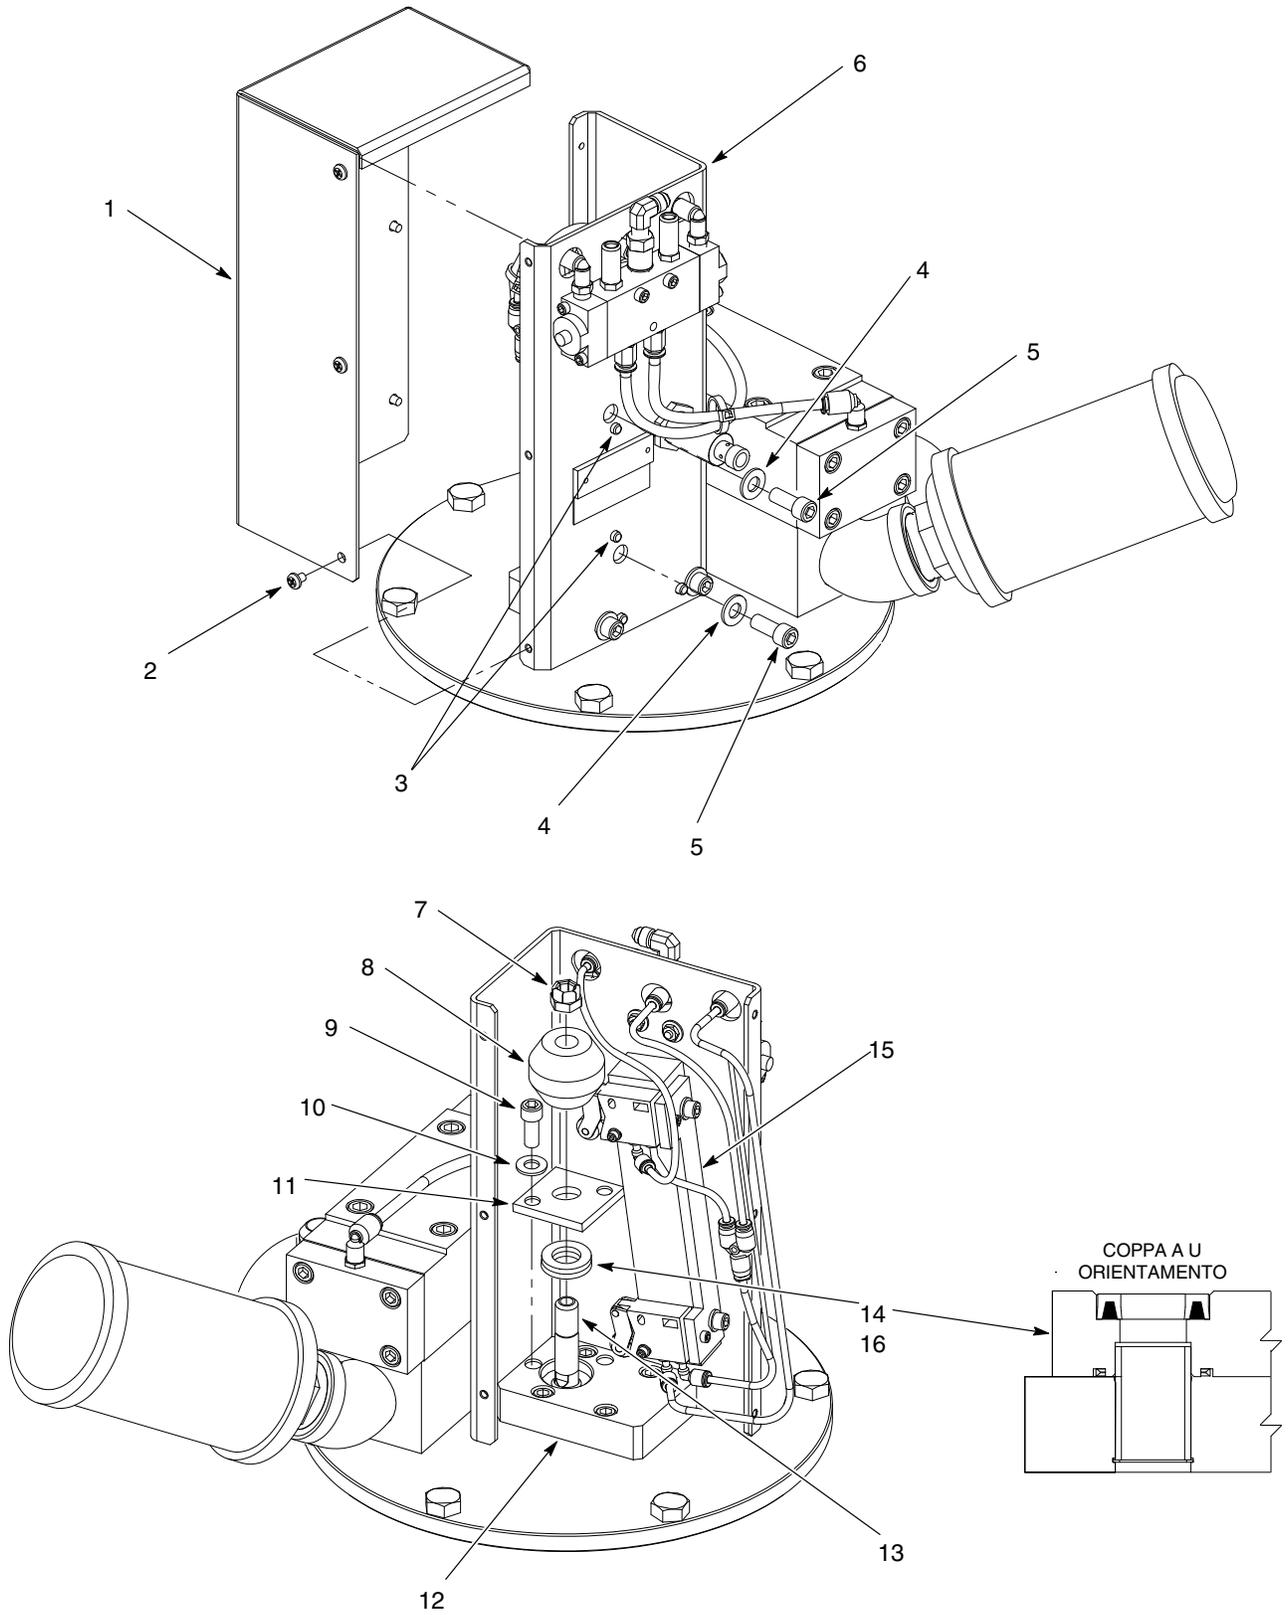

Figura 9 Sostituzione della coppa ad U dell'asta di scatto
1. Vedi figura 9. Togliere le viti (2) che fissano la copertura (1) al gruppo dell'asta di scatto (6).
2. Rimuovere le viti (5) e le rondelle (4) che fissano il cuscinio di montaggio della leva di scatto (15) al gruppo dell'asta di scatto (6).
3. Allontanare il cuscinio di montaggio della leva di scatto (15) dalla piastra di ritegno della guarnizione (11).
4. Mettere una chiave sulle parti piatte dell'asta del pistone (13). Togliere il dado (7) che fissa la barra di scatto (8) all'asta del pistone.
5. Rimuovere le viti (9) e le rondelle (10) che fissano la piastra di ritegno della guarnizione (11) al fermo dell'asta di scatto (12).
1. Vedi figura 9. Lubrificare una nuova coppa ad U (14) con grasso TFE (16). Inserire la coppa ad U nel ritegno dell'asta di scatto (12), come illustrato.
2. Montare la piastra di ritegno della guarnizione (11) sul fermo dell'asta di scatto (12) usando le viti (9) e le rondelle (10). Serrare le viti a 22-25 ft-lb (30-33 N•m).
3. Mettere una chiave sulle parti piatte dell'asta del pistone (13). Montare la barra di scatto (8) sull'asta del pistone usando il dado (7). Stringere bene il dado.
- a. Assicurarsi che i perni del cuscinio di montaggio (3) sporgano attraverso il gruppo dell'asta di scatto (6) come illustrato.
- b. Fissare il cuscinio di montaggio della leva di scatto (15) al gruppo dell'asta di scatto usando le viti (5) e le rondelle (4). Stringere le viti a 22-25 ft-lb (30-33 N•m).
5. Montare la copertura (1) sul gruppo dell'asta di scatto usando le viti (2). Stringere saldamente le viti.